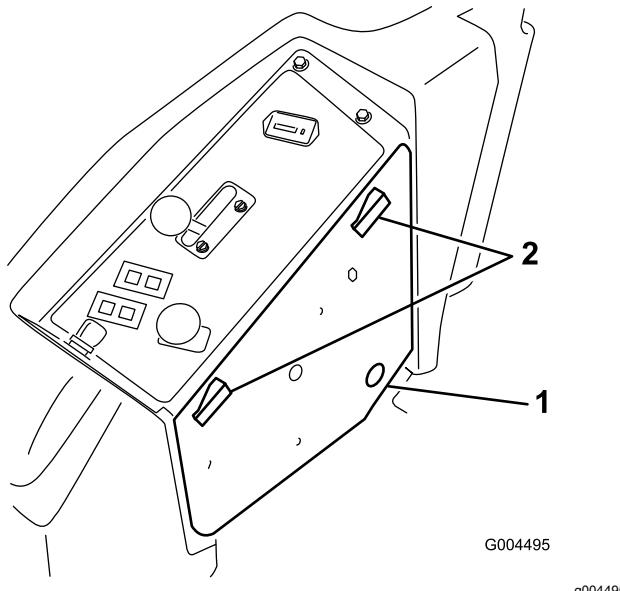

Figura 5
1. Desenganche la tapa lateral del panel de control (Figura 5) y apártela.